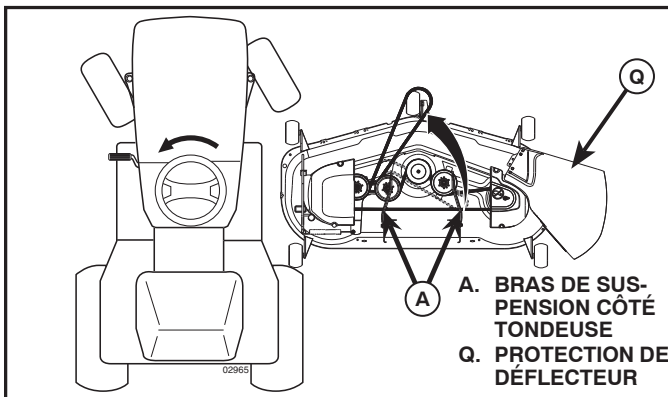

Fig. 27
4. GLISSER LA TONDEUSE SOUS LE TRACTEUR (Voir la Fig. 27)